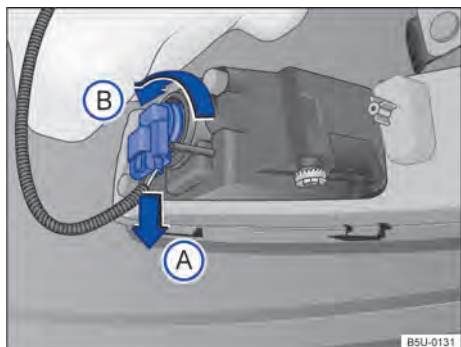

Fig. 174 Atrás do para-choque dianteiro: acesso à lâmpada incandescente do farol de neblina.
2. Desencaixar o conector de alimentação da lâmpada ⇒ Fig. 174 no sentido da seta , pressionar, ao mesmo tempo, a trava de fixação do conector.
3. Girar o soquete da lâmpada ⇒ Fig. 174, no sentido anti-horário da seta , e desencaixá-lo do alojamento.